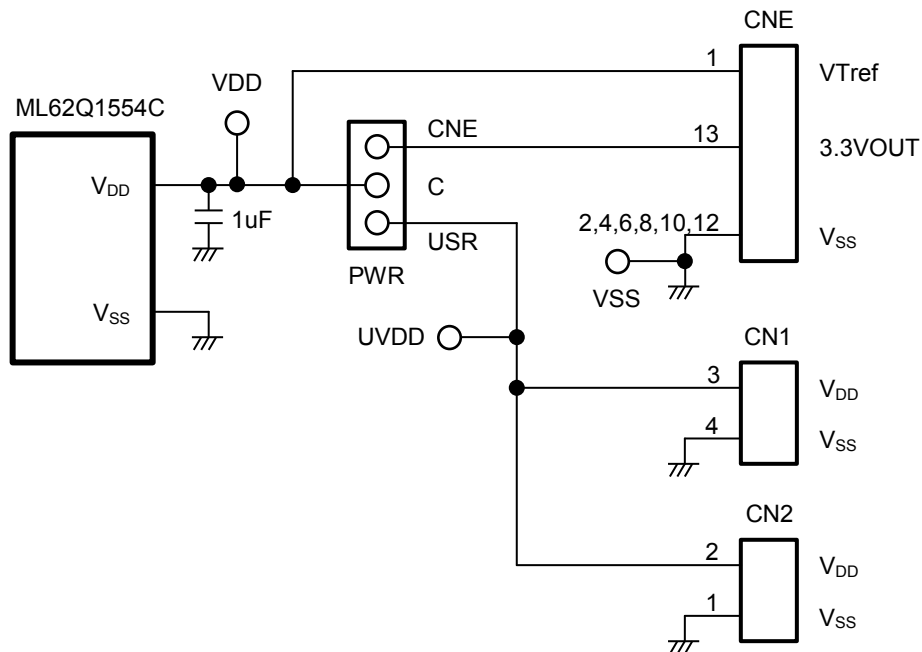

図 2 電源回路
- 1.2 ML62Q1554C Reference Board 外観図 2